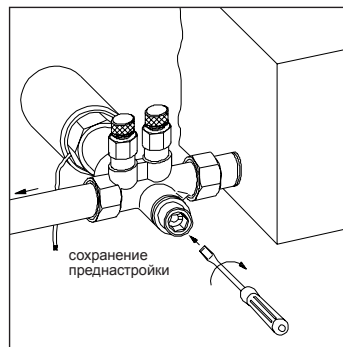

рис. 2
- 4 Затем шток вентиля с помощью отвертки повернуть вправо до упора (рис. 2).
Важно: Для последующего изменения значения преднастройки сначала отверткой (рис. 2), поворачивая влево, ослабить шток вентиля. Затем изменить величину преднастройки с помощью шестигранного ключа №4.